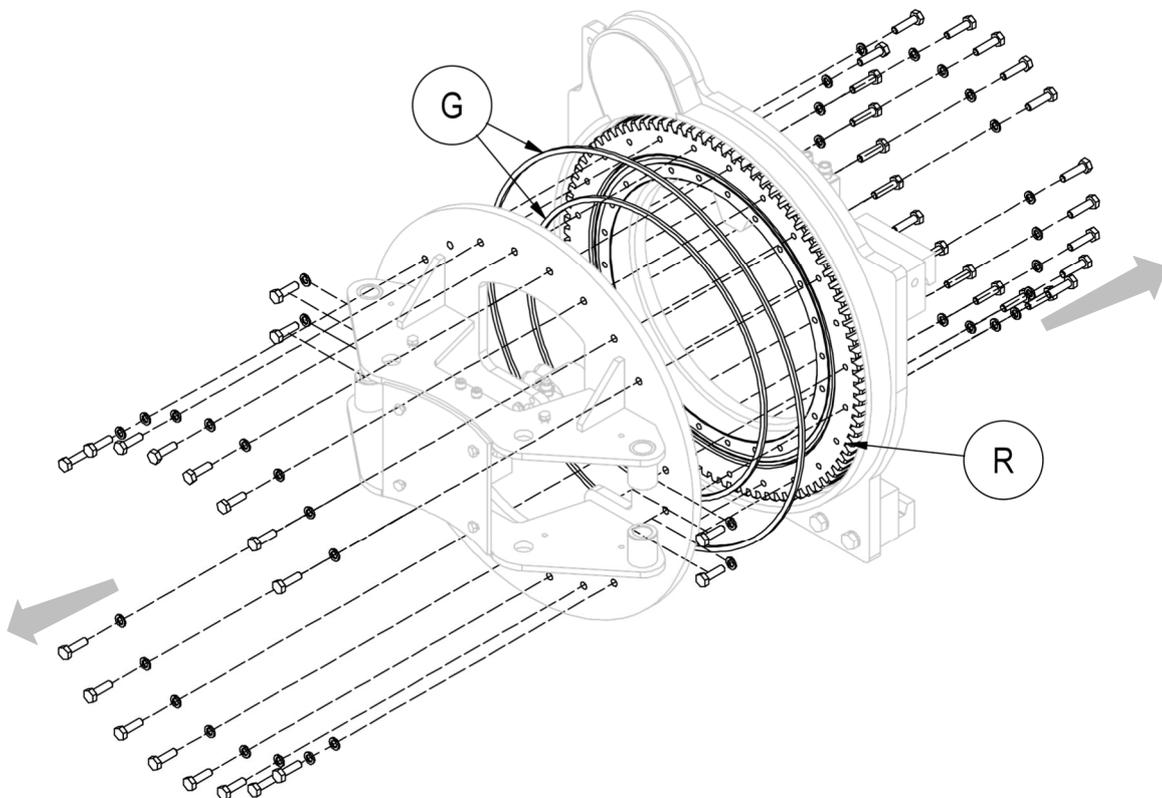

Figure 26
5. Retirer la partie avant du corps rotatif, en veillant à soutenir de manière appropriée toutes les parties pour pouvoir effectuer l'opération en toute sécurité (voir *Figure 26*).
6. Pour pouvoir retirer la crapaudine **R**, il est également nécessaire de retirer les vis de la partie arrière de l'équipement (voir *Figure 26*).